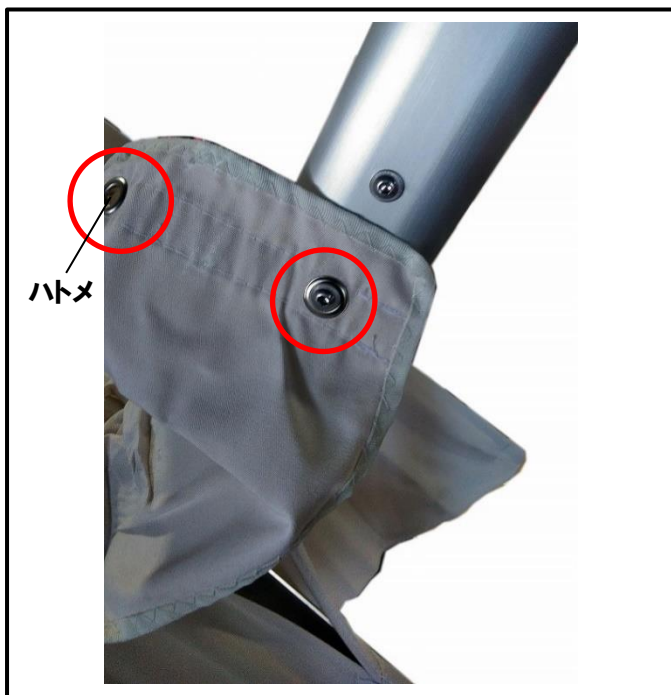

図.12
- ① 当て布 (E) のハトメ (円形の金属の輪) に丸型ネジ (e) を通してネジ締めして下さい。(図.12)